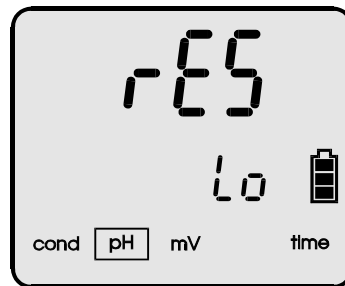

Imagen 4.
- Presione la tecla **MODE** en el modo de medición normal, aparece el símbolo **rES** en la pantalla (imagen 4).